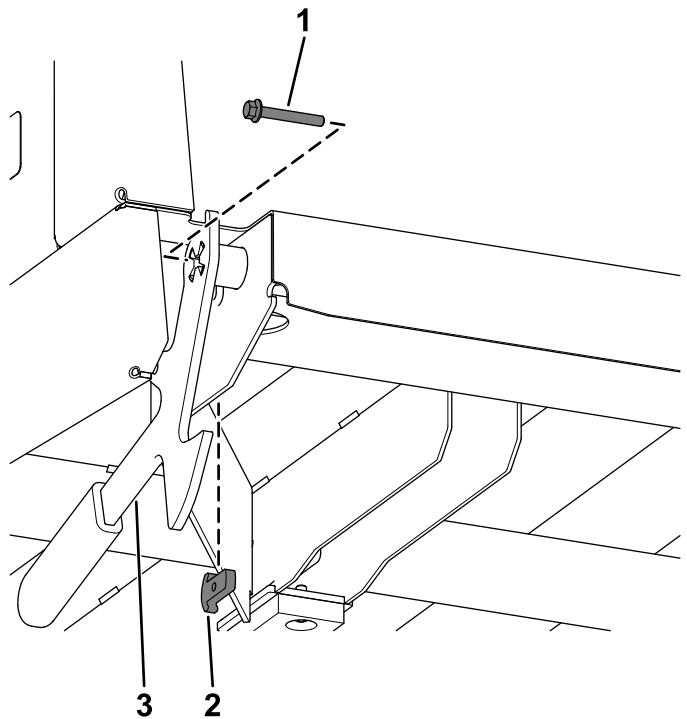

Figura 10
2. Retire el perno con arandela prensada ($\frac{1}{4}$ " x $1\frac{3}{4}$ ") y la placa roscada que fijan el enganche al tubo del enganche (Figura 10).
3. Retire el enganche (Figura 10).